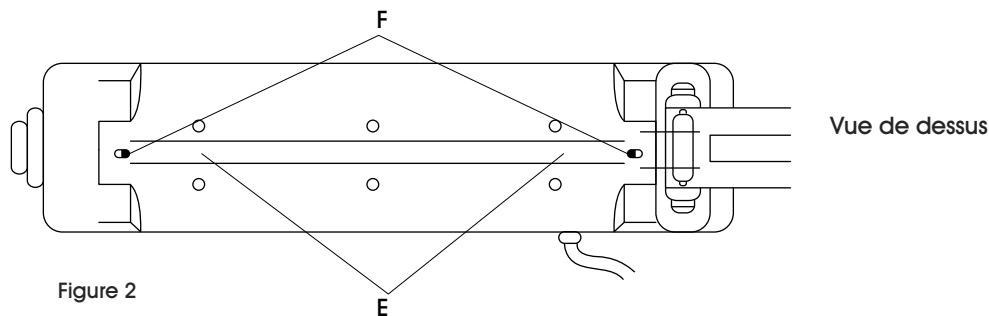

Figure 2
nettoyez la surface de soudage (E) avec un nettoyant jusqu'à l'élimination de la colle et des débris. Un dissolvant d'adhésif est recommandé. (Voir figure 2)
4. Retirez la pellicule protectrice du ruban adhésif en téflon. Appliquez uniformément sur la soudeuse. Le ruban en excès doit s'étendre jusqu'aux bornes de branchement (F). Si l'élément entre en contact avec quoi que ce soit de métallique, la soudeuse se court-circuite. (Voir figure 2)